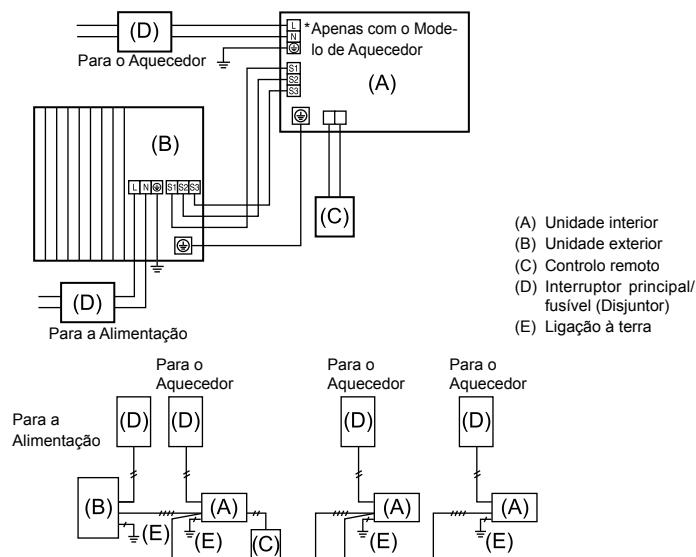

Fig. 6-1
### 6.1. Unidade exterior (Fig. 6-1, Fig. 6-2)
- (1) Remova o painel de manutenção.
- (2) Ligue os cabos consultando a Fig. 6-1 e a Fig. 6-2.